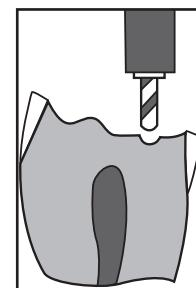
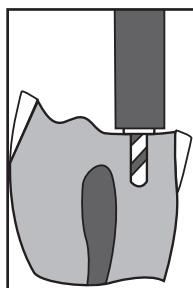

Figure 2
Figure 3
- Med MAX fordypningsborr lager man en stift kanal (Fig. 2 og 3).
- Com uma Broca Limitadora de Velocidade MAX num contra-ângulo de baixa velocidade (Fig. 2) prepare o canal até uma profundidade próxima do diâmetro interno alargado (Fig. 3).